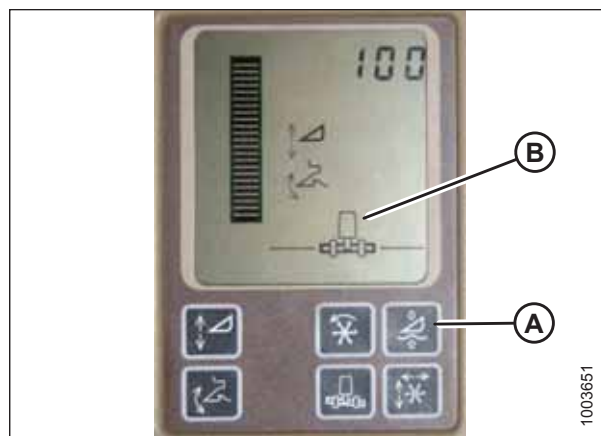

Figura 4.68: Monitor da colheitadeira John Deere
NÃO utilize a função de flutuação ativa da plataforma (A) combinada ao controle automático da altura da plataforma (AHHC) MacDon. Um sistema neutralizará o outro. O símbolo da plataforma (B) em exibição **NÃO** deve haver uma linha ondulada abaixo dele e deve se parecer exatamente como mostrado na ilustração do monitor de controle ativo da plataforma na figura 4.68, página 128.